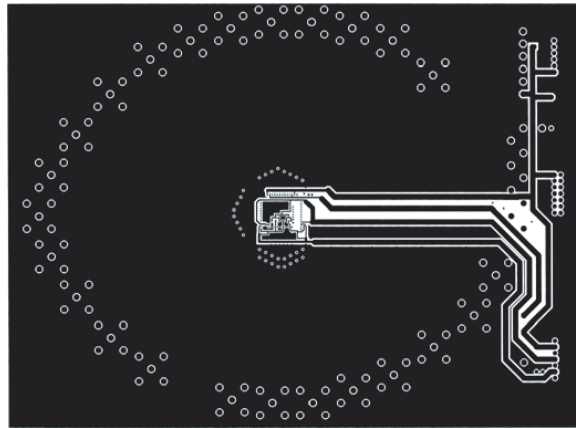

図53. ボード・レイアウト (電源プレーン・レイヤ)
- 電源レイヤ (図53を参照)
このボードには、24個のBNCタイプ・コネクタがあります (入力用16個と出力用8個)。コネクタはデバイスを取り囲んで三日月状に配置されています。図53に示すように、これによって16本の入力信号パターンすべてと8本の信号出力パターンすべてが同じ長さになります。このようにすると、位相関係と信号間の遅延を入出力間で維持しなければならない全パス動作時のクロストークなどのテストに便利です。